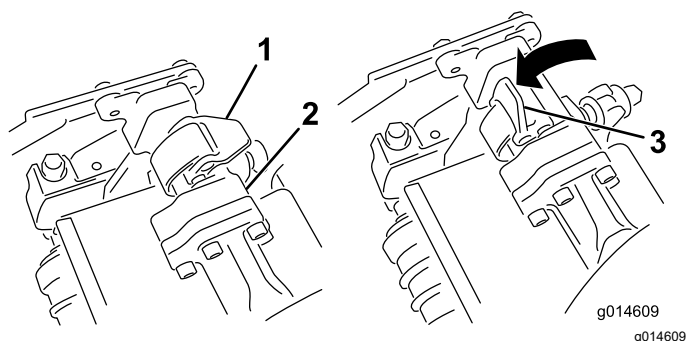
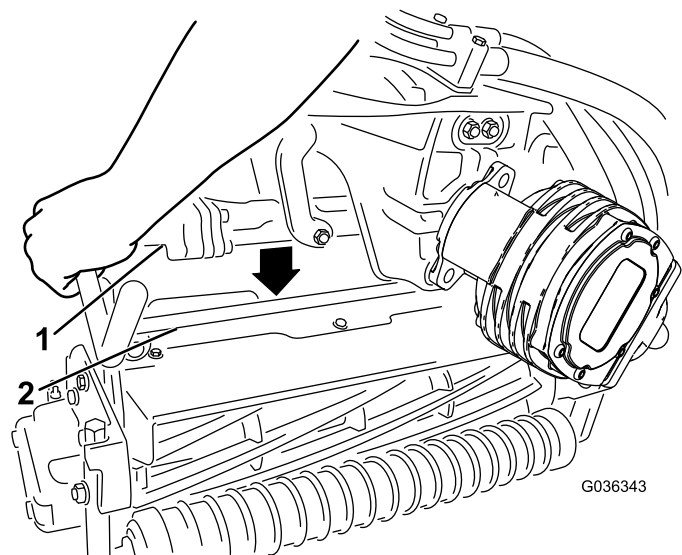

Figura 62
Figura 63
4. Abra los enganches de la barra del brazo de suspensión (Figura 62) y empuje hacia abajo el brazo de suspensión hasta que la barra encaje sobre ambos brazos de inclinación de la unidad de corte, y asegúrese de que los cierres pasan por debajo del travesaño de la unidad de corte (Figura 63).
5. Presione los enganches hacia abajo alrededor de la barra de la unidad de corte y bloquéelas (Figura 62).
6. Abra los enganches de la barra del brazo de suspensión de la unidad de corte que está retirando (Figura 62).